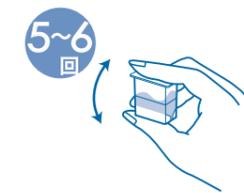

図11
⑪専用カップに蓋をして、強く押さえながら5~6回振り混ぜて均一にし、蓋をはずします。(蓋をしたままだと液が漏れてきます。)(図11)